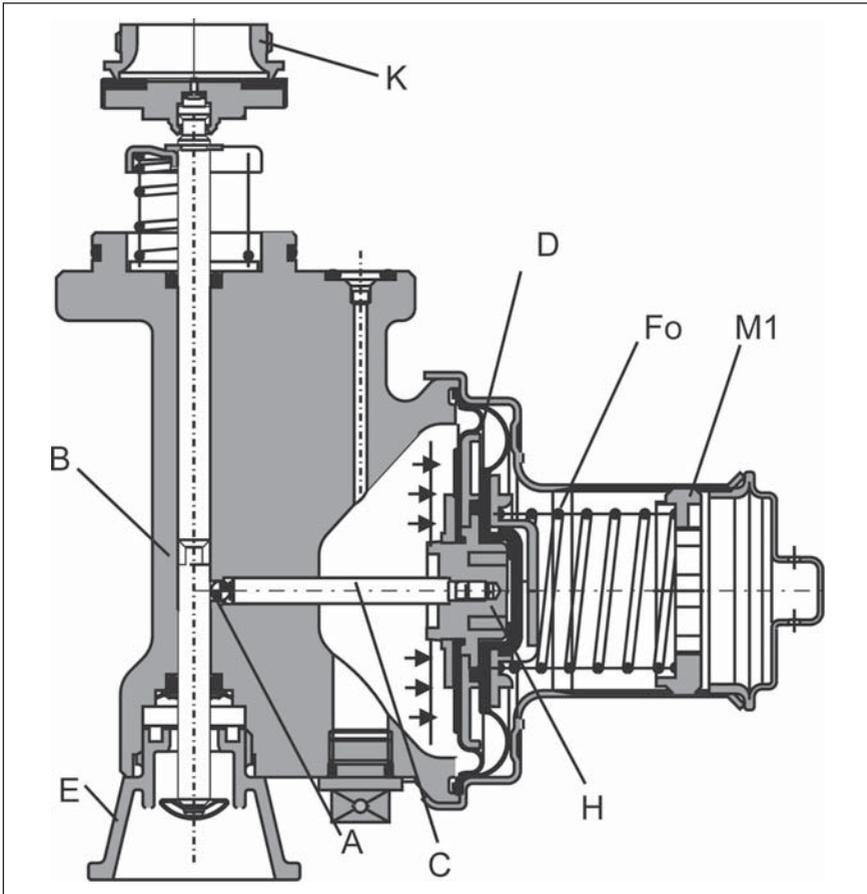

Bild 2-15, SAV - ausgelöst
Steigt der Ausgangsdruck  $p_d$  im Regelgerät und somit der Druck unterhalb der SAV-Membrane (D), so bewegt sich bei Überschreiten des durch die Einstellfeder ( $F_o$ ) eingestellten Abschaltpunktes der Membranhalter (H) und der Stift (C) nach rechts, siehe Bild 2-15. Die Kugel (A) wird aus der Spindelaussparung herausgedrückt. Die vorgespannte Sperrfeder an der Ventilschindel wird freigegeben. Der Ventilteller verschließt den Eingang (K) des Gas-Druckregelgerätes.